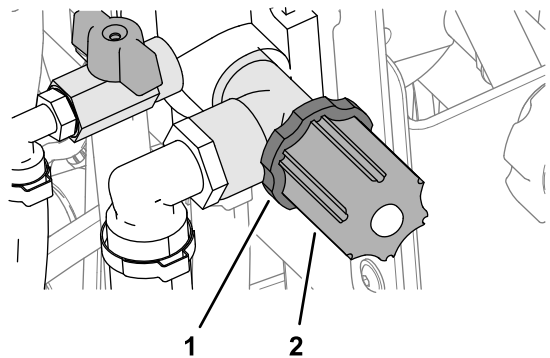

Figure 37
3. Desserrez le contre-écrou et ouvrez la vanne d'étranglement (Figure 37).